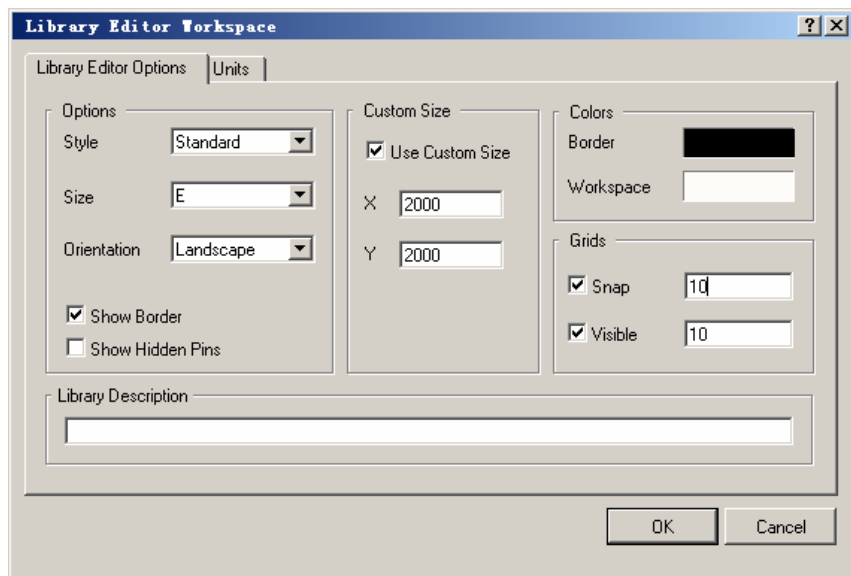

图 5.2 “Library Editor Workspace”对话框
(2) 在工作区单击鼠标右键, 在弹出的右键菜单中选择“Options”->“Document Options”命令, 打开如图 5.2 所示的“Library Editor Workspace”对话框。